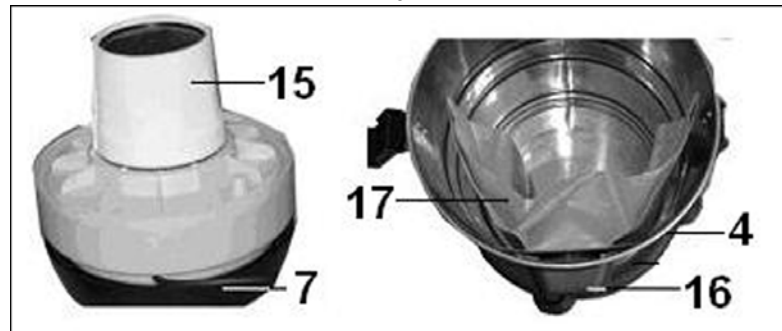

Рис. 4.
- Снять и промыть чистой водой фильтр полиуретановый (15) (Рис.4), после чего обязательно высушить его;
Так же при сухой уборке с внутренней стороны бака (4) на гнездо (16) установите фильтр-мешок бумажный (17). (Рис.4) Всегда следите за заполнением мешка (17) и заменяйте его по мере наполнения (см. Раздел 11).
При влажной уборке (всасывание воды) разрешается устанавливать только фильтр полиуретановый (15) (Рис.4).
Вода всасывается и накапливается в баке (4) (Рис.2). Как только уровень воды в баке (4) превысил максимально допустимое значение, предохранительный клапан (12) (Рис.4) перекрывает всасывающее отверстие, и всасывание прекращается. Это можно понять по изменению звука работающего пылесоса. При этом, немедленно выключите пылесос. После работы всегда сливайте воду из бака (4) (Рис.2), просушивайте пылесос. Перед работой всегда проверяйте (при отсоединенном шнуре питания от розетки электросети) предохранительный клапан (12) на свободное перемещение в корпусе фильтра (13) (Рис.4).
- Не дожидаясь полного заполнения бумажного фильтр - мешка (17) (Рис.4), меняйте его по мере заполнения. Чрезмерное заполнение мешка ведет к снижению производительности пылесоса, поэтому контролируйте заполнение фильтр - мешка (17), учитывая свойства всасываемого мусора;